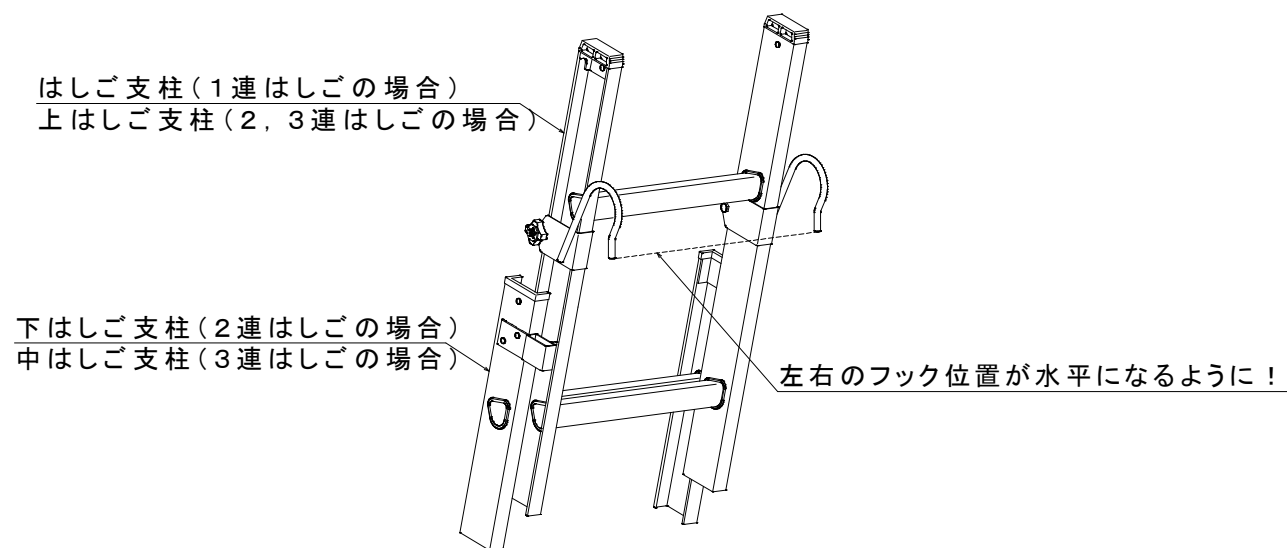

図4 (この図は 2CSM と F-AK2 をあらわしています)
- ※フックは図4のように正しい状態でお使いください。また、はしごをフックで吊り下げた状態では絶対に使用しないでください。
- ※自在フック(F-AJ2)の場合、フックの向きが図4と逆の向き(後ろ向き)や、はしご昇降面に対して横向きの状態でフックを使用しないでください。
- 3) 昇降面向かって左側の支柱に、2の刻印があるフックを右側と同じように取付けます。この時、左右のフック位置が水平(次ページ図4)になるようにフックを取付けてください。